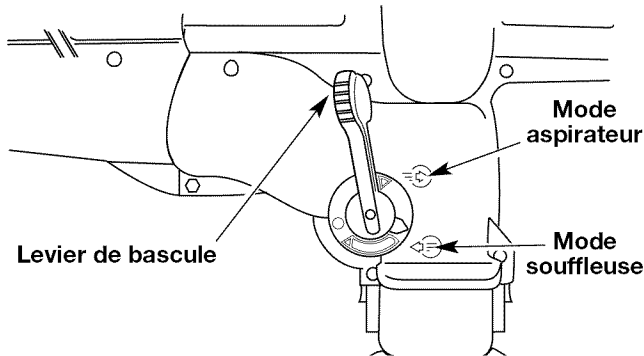

Fig. 14
2. Relevez le levier de bascule des modes souffleuse/aspirateur (mode souffleuse) (Fig. 14).